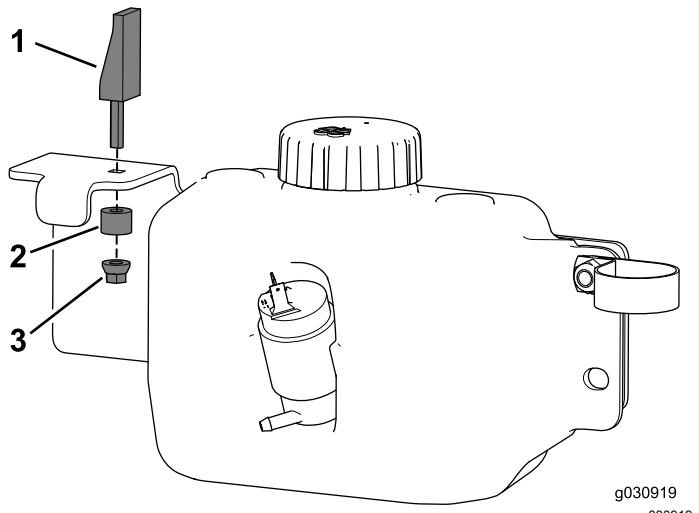

Bild 45
4. Montieren Sie den Ausdehnungsriegel an der Behälterbefestigung (Bild 45).